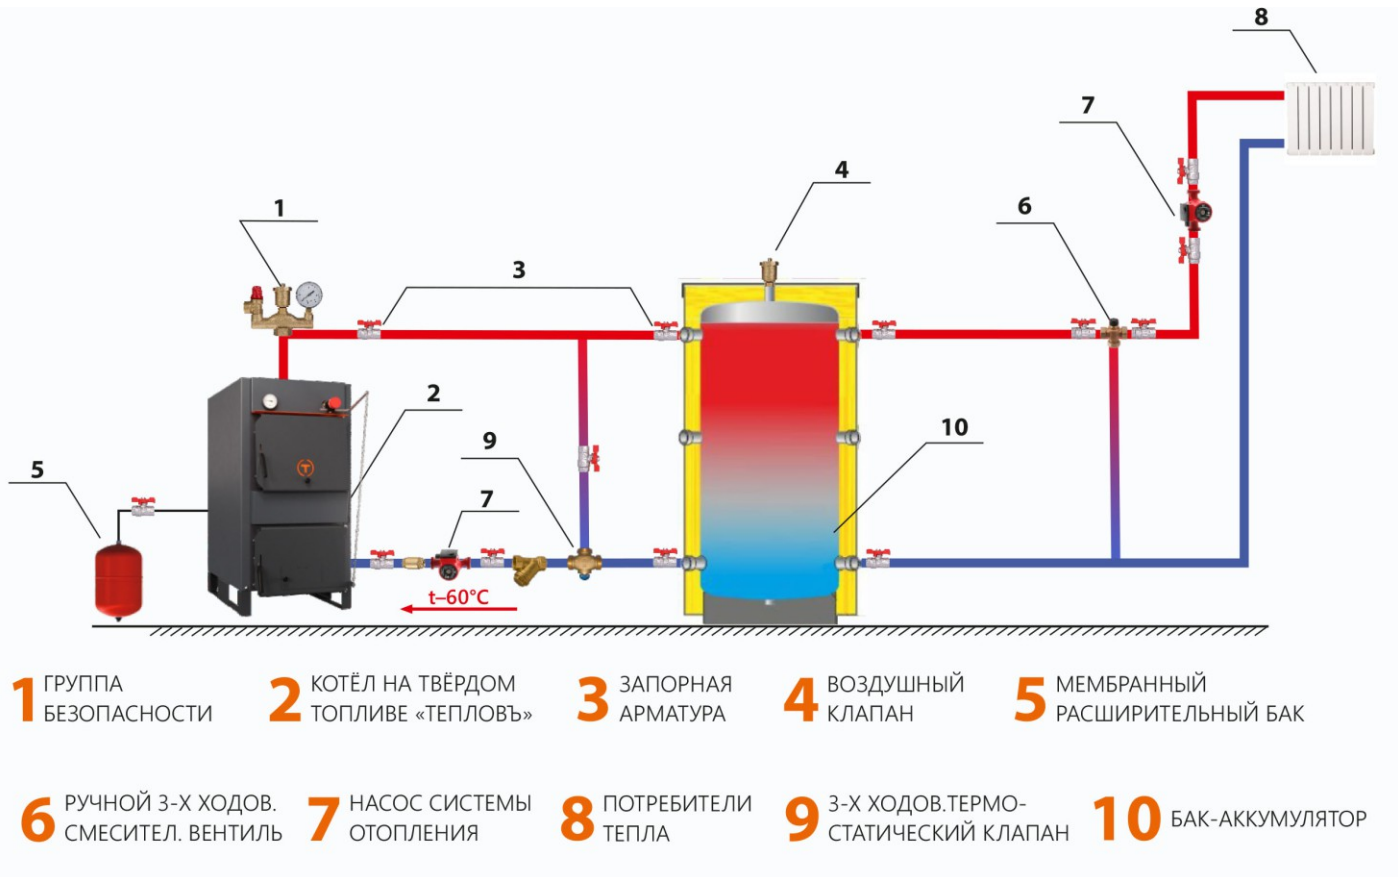

Рисунок 2. Типовая схема обвязки котла «ТЕПЛОВЪ» с баком- аккумулятором
6. Во избежание появления конденсата, что может в несколько раз сократить срок эксплуатации Котла, необходимо систему отопления монтировать по прилагаемым или аналогичным схемам, обеспечивающим температуру возвратной воды не ниже 55°C (см. рис.2,3).